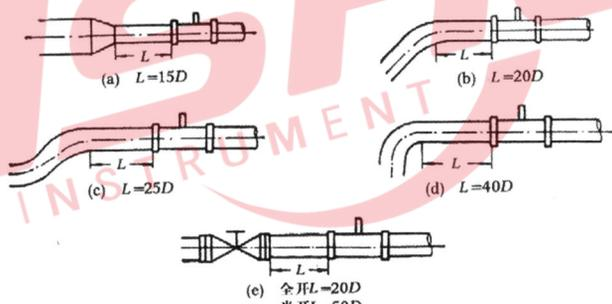

图5 上下游直管段
(3) 为了清除液体涡流和断面流速不均匀对测量的影响，应在传感器进出口处安置必要的直段或整流器。一般要求上游部分(进口处)的直管段为 $(15\sim 20)D$ (D 为传感器公称通径)。下游部分(出口处的直管段长度为 $5D$)，而直管管径和传感器通此外还应根据传感器前面配管的状态来决定上游部分的直管段长度，一般推荐如下(见图5)调谐收缩时： $L=15D$ 单弯管接头时： $L=20D$ 双弯管接头时： $L=25D$ (一个平面)